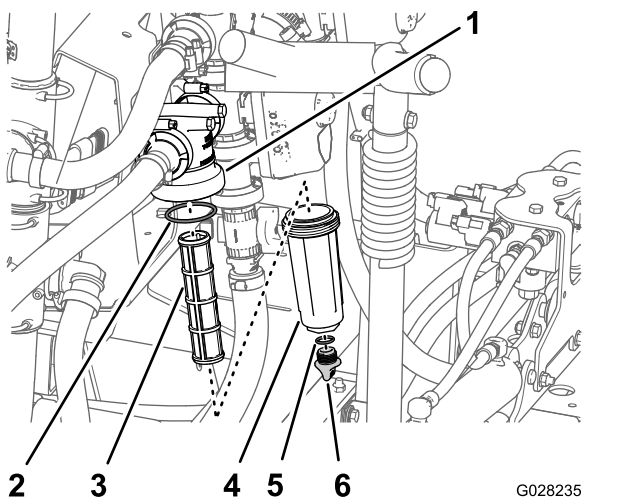

Bild 23
2. Stellen Sie eine Auffangwanne unter den Druckfilter (Bild 23).
- Drehen Sie die Ablaßkappe nach links und nehmen sie von der Glocke des Druckfilters ab (Bild 23).
- Drehen Sie die Glocke nach links und nehmen den Filterkopf ab (Bild 23).
- Entfernen Sie den Druckfiltereinsatz (Bild 23).
- Prüfen Sie die Dichtung für die Ablaßschraube (in der Glocke) und die Dichtung für die Glocke (im Filterkopf) auf Beschädigungen und Abnutzung (Bild 23).
- Setzen Sie den Druckfiltereinsatz in den Filterkopf ein (Bild 23).
- Befestigen Sie die Glocke am Filterkopf und ziehen sie mit der Hand an (Bild 23).
- Befestigen Sie die Ablaßschraube am Anschlussstück unten an der Glocke und ziehen sie mit der Hand an (Bild 23).